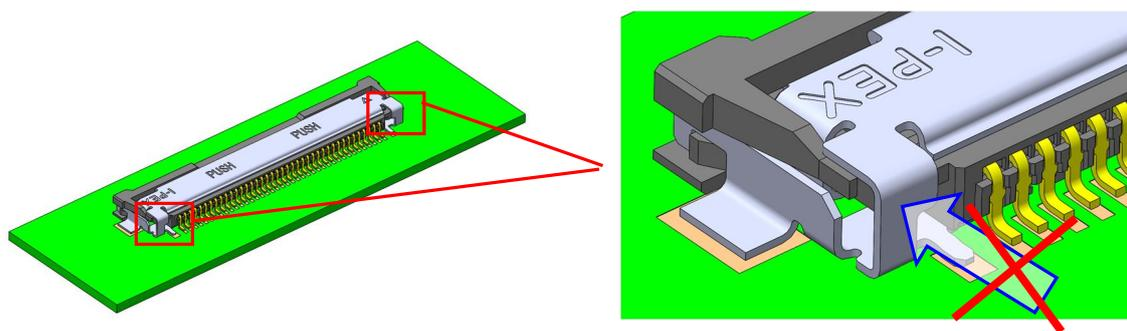

図. 4-7 コネクタ取り扱い方法 (NG 例)
- ④ SHELL 背面部に過大な力が掛からない様、ご注意願います。(図 4-7)